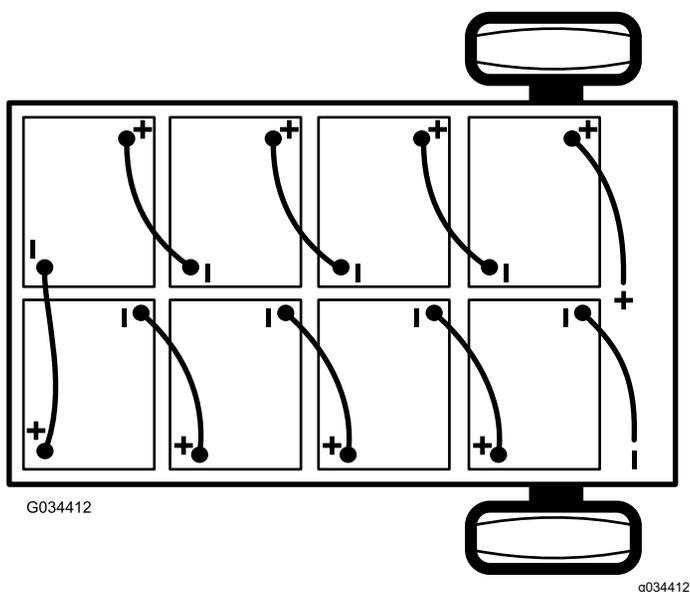

Рисунок 38
2. Отсоедините главный отрицательный кабель аккумулятора (черный), который соединяет блок аккумуляторов с точкой заземления автомобиля (Рисунок 38).
3. Отсоедините главный положительный кабель аккумулятора (красный), который соединяет блок аккумуляторов с главным контактором автомобиля (Рисунок 38).
Примечание: При установке аккумуляторов обращайте внимание на их полярность (Рисунок 38).
6. Соедините аккумуляторы между собой, как показано на Рисунок 38, с помощью промежуточных соединительных кабелей, снятых при выполнении пункта 1.
2. Подсоедините главный положительный кабель аккумулятора (красный) между блоком аккумуляторов и автомобилем (Рисунок 38).
3. Подсоедините главный отрицательный кабель аккумулятора (черный) между блоком аккумуляторов и автомобилем (Рисунок 38).